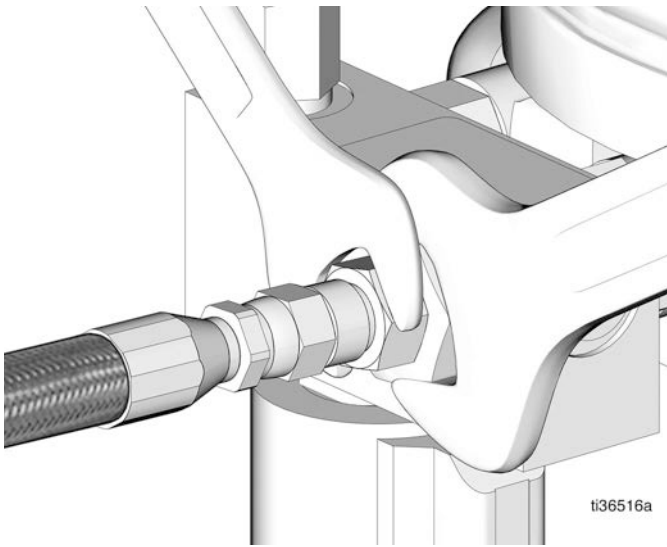

FIG. 3
- 3. Desconecte la línea principal de la salida de la bomba. (FIG. 3).